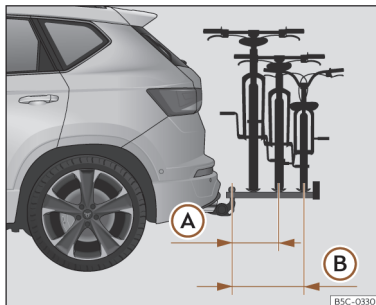

Fig. 175 Representação esquemática da saliência máxima da carga num porta-bicicletas para duas ou três bicicletas.
- (A)** Com até 55 kg de capacidade de carga: 500 mm (aprox. 19,7 in)
- (B)** Com 75 kg de capacidade de carga: 700 mm (aprox. 27,6 in)
A saliência máxima não deverá exceder, no caso dos porta-bicicletas de duas bicicletas, os 500 mm desde o centro da cabeça esférica até ao centro da faixa do último suporte >>> **Fig. 175 (A)**. No caso dos porta-bicicletas de três bicicletas, não se deverão exceder os 700 mm >>> **Fig. 175 (B)**.